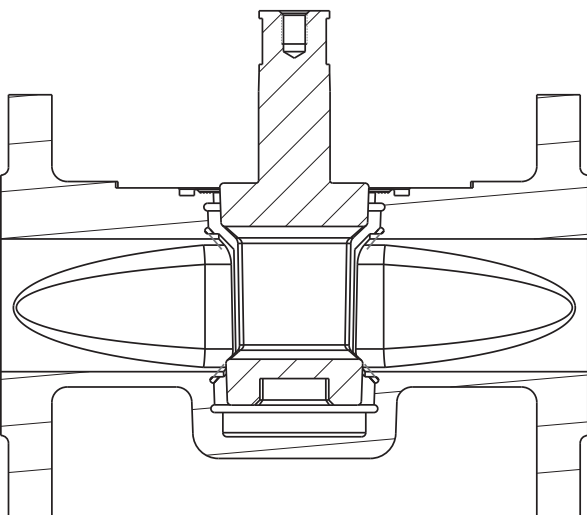

Fig. 11
9. Installation du manchon (fig. 11)